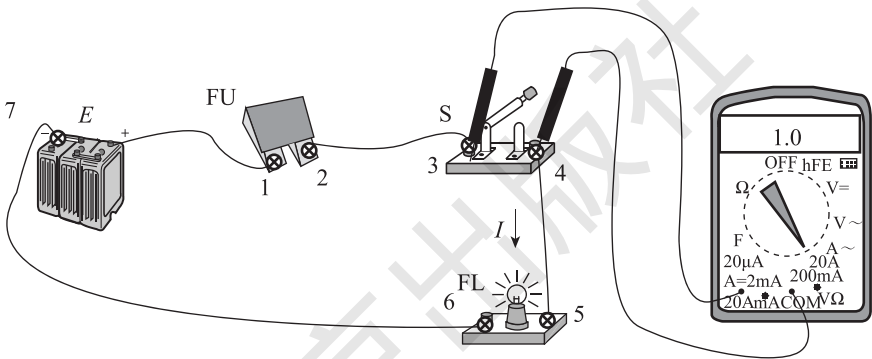

图 1-9 电流 I 的测量实物图
(3) 电流测量：测量方法是把数字万用表选择在直流电流挡“20A”，断开测量电路的电线，把红、黑表笔分别接于断开电线的两端，则万用表显示的电流就是测量电路流过的电流。电流测量位置如图 1-9 所示。